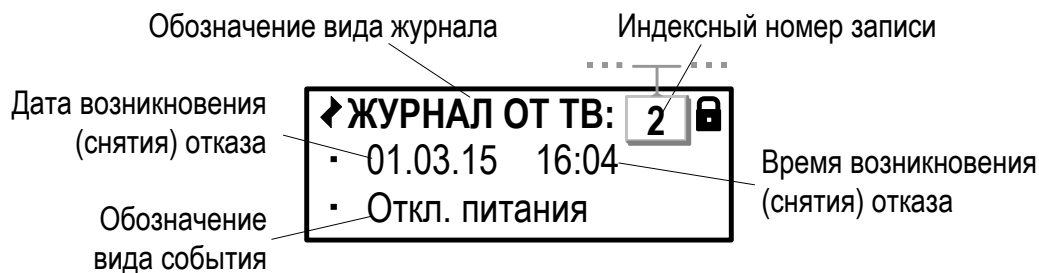

**Рис.44. Вид окна индикации «Журнала отказов датчиков».**
8.3.3. **Журнал Отк. датч.** и **Журнал НС** имеют одинаковую структуру (рис.44).